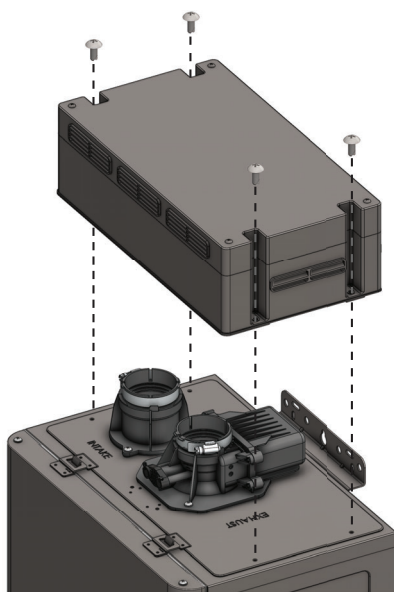

Figure 32 - Orienter et poser le chapeau d'évacuation
- 2 Orienter le chapeau d'évacuation extérieur comme illustré à la Figure 32. Attacher le chapeau d'évacuation extérieur avec les quatre vis retirées à l'étape précédente.